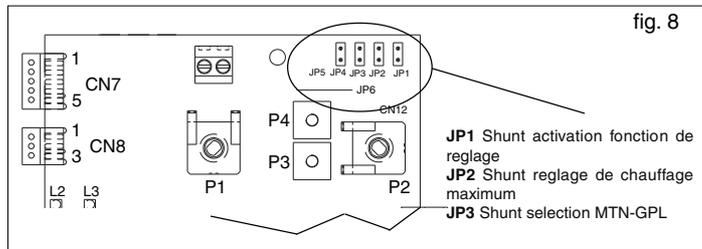

fig. 8
- na placa de controlo (fig. 8):